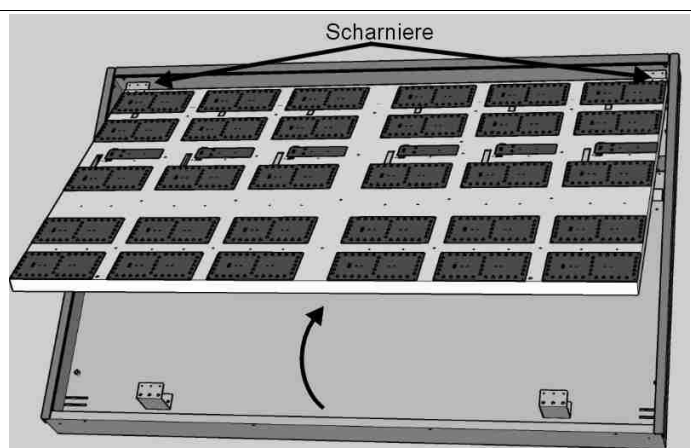

Abb. 15: Öffnen der LED-Platinen Halterung
5. Die Halterung, an der die LED-Platinen befestigt, auf der Seite des linken Scharniers öffnen (Abb. 15).